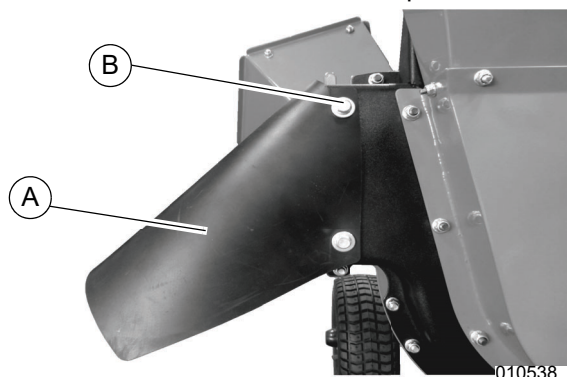

Figure 2-9. Montage du déflecteur d'éjection
1. Voir Figure 2-9. Attacher un côté du déflecteur d'éjection (A) aux deux points de fixation avec des vis et rondelles de 5/16-18 x 0,75 (B) à l'aide d'une clé de 1/2 po.